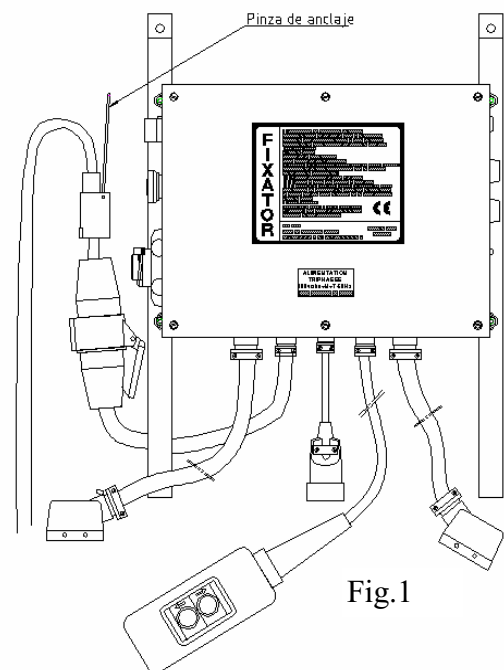

Fig.1
El elevador está fijado sobre la lira con 2 Tornillos H M12 x 40 con tuerca de freno. Es necesario respetar el montaje de cada elevador (ver Fig. 1 y Fig. 4) para el buen funcionamiento de la activación de las zapatas anticaída en caso de deslizamiento lento.
2.5.2.1 Instalación y conexión del armario (fig.1).